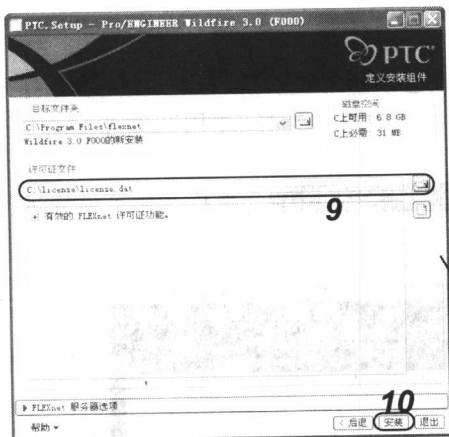

图 1-7 安装目标文件夹
(5) 在打开窗口的“目标文件夹”下拉列表框中选择 license 的目标文件夹，如图 1-7 所示，单击 **安装** 按钮。